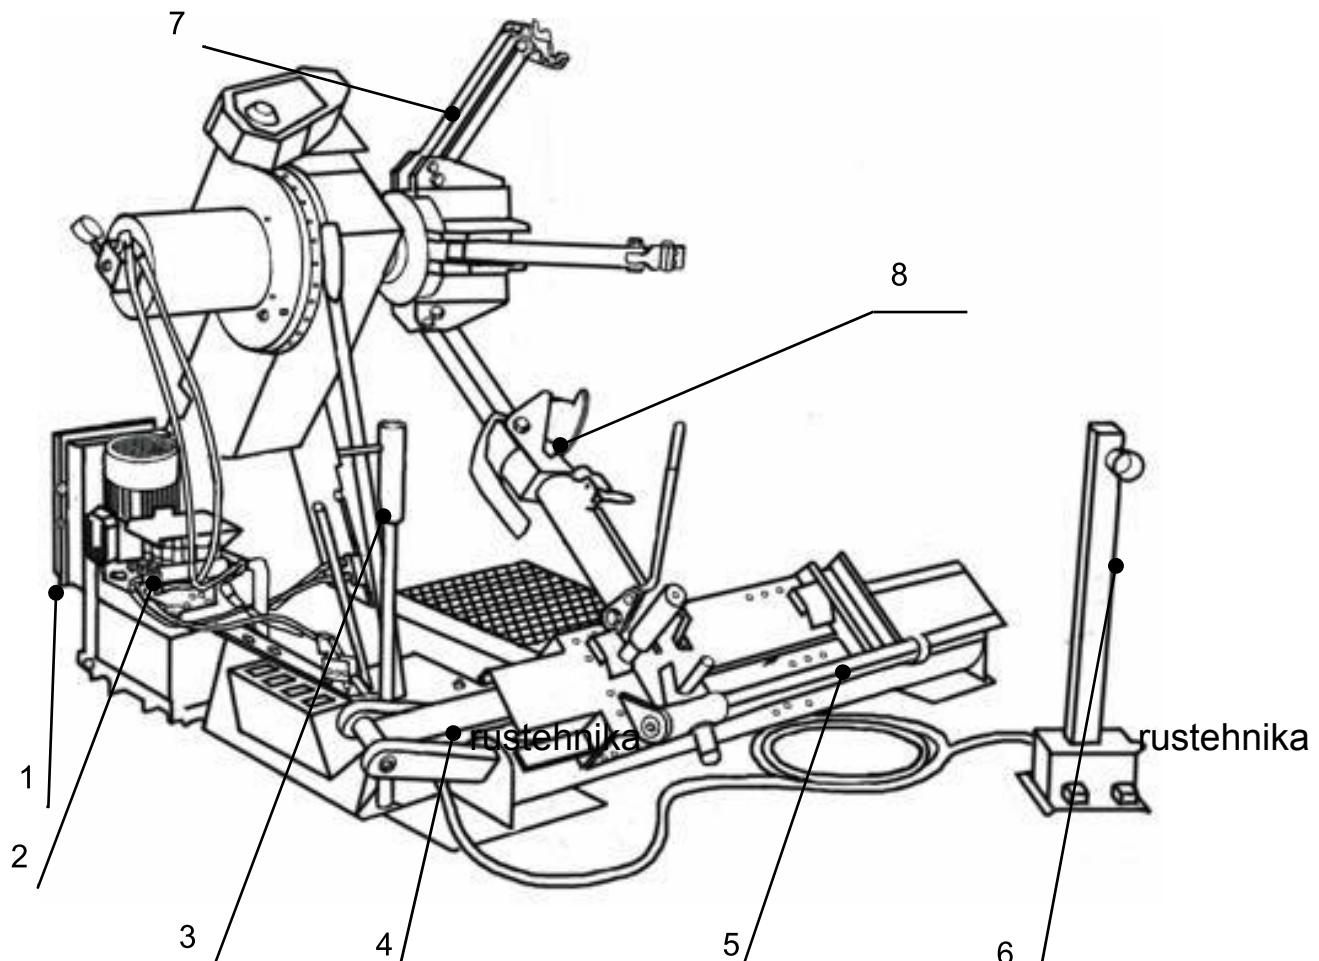

Рисунок 1 Стенд шиномонтажный грузовой
4.2.1 Стенд представляет собой стационарное устройство с электрогидроприводом. Конструкция стенда (см. Рисунок 1) включает в себя станину 4, на которой уста-
Станина представляет собой сварную несущую конструкцию, имеющую направляющую (для перемещения по ней каретки). Каретка 5 (см. Рисунок 1) предназначена для закрепления в необходимом положении инструмента монтажа и для перемещения его в плоскости, параллельной оси колеса.
Рисунок 1), представляет собой сварную конструкцию, в подшипниках скольжения которой установлен (с возможностью вращения) шпиндель, на переднем торце которого закреплена чашка, несущая четырехзвенный параллелограммный механизм зажима 8 обода.